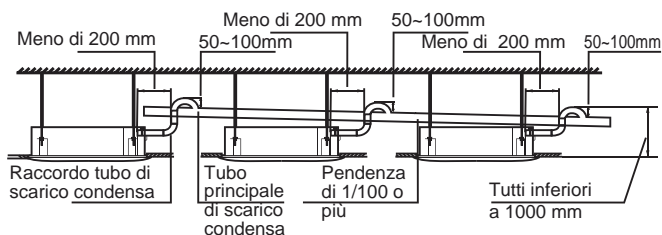

Fig. 5.2
7) Nel caso in cui l'uscita del tubo di scarico condensa sia posizionato più in alto rispetto al tubo di collegamento al corpo principale dell'Unità, il tubo di drenaggio della condensa deve essere sistemato in alto mediante l'utilizzo di raccordi, e la sua altezza non deve superare i 1000mm, altrimenti l'eccesso di riflusso durante l'arresto provoca la fuoriuscita di acqua (vedi Fig. 5.2).